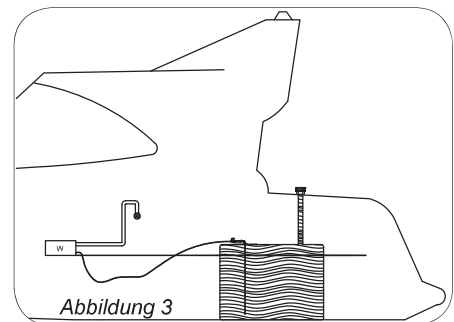

Abbildung 3
3. Brennstoffstand liegt über dem Brenner/Herd. *Abbildung 3.*